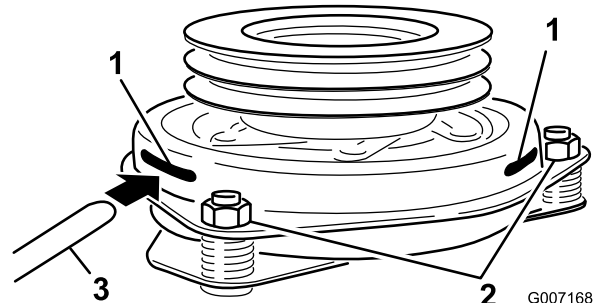

Figura 63
8. Inserite uno spessore di 0,381–0,533 mm attraverso una fessura d'ispezione sul lato del gruppo. Assicuratevi che si trovi tra le superfici di frizione dell'indotto e del rotore (Figura 63).
9. Stringete i dadi di bloccaggio fino a fissare leggermente lo spessore facendo però in modo di poterlo muovere facilmente all'interno del traferro (Figura 63).